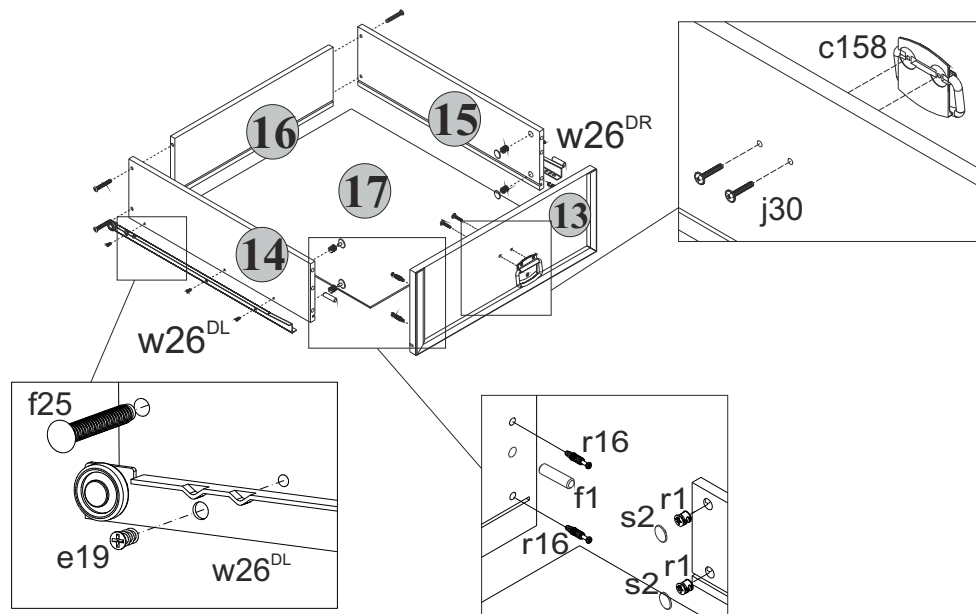

Рис. 3
- 5.23 В отверстия диаметром **8 мм** на передних кромках стенок боковых **14 и 15** ящиков вбить деревянные шканты **f1** (см.рис.3).
- 5.24 В отверстия диаметром **15 мм** на внутренних поверхностях стенок боковых **14 и 15** ящиков вставить стяжки эксцентриковые **r1** (см.рис.3).
- 5.25 В отверстия диаметром **5 мм** на внутренних поверхностях панелей ящиков **13** с помощью крестообразной отвертки вкрутить винты стяжки **r16** (см.рис.3).
- 5.27 Соединить панели ящиков **13** с корпусами ящиков и затянуть стяжки эксцентриковые **r1**, пользуясь специальным ключом **z1**. Закрепить стяжки эксцентриковые заглушками **s2** (см.рис.3).